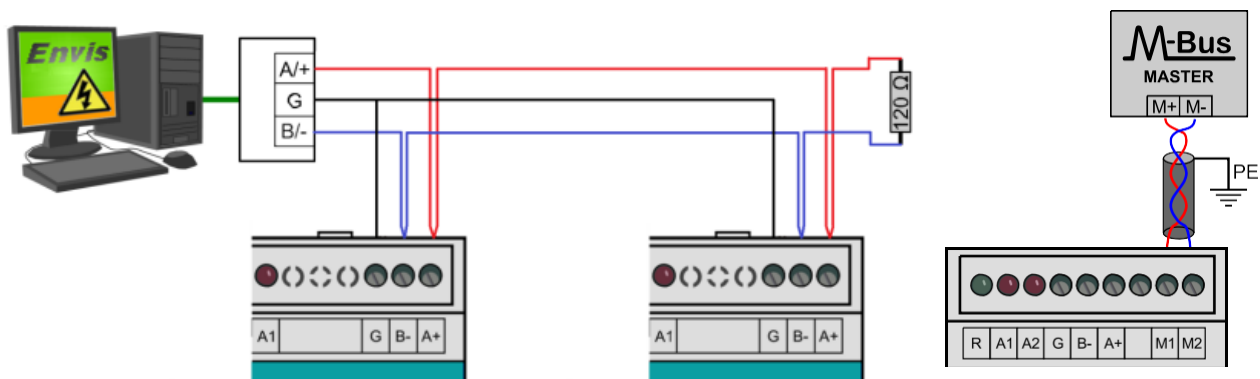

Bild 5: Typische Schaltung der RS-485-Anschlussverbindung im UMD 704 oder optionalen M-Bus (rechts).
**Serielle Leitung RS-485** Eine Serielle Leitung RS-485 dient normalerweise der Übertragung aktueller Messwerte, für Archiv-Downloads und die Gerätekonfiguration. Für die serielle RS-485-Leitung werden die Anschlüsse A+, B- mit Schirmung des Anschlusses G im COM1-Block (Bild 5) verwendet. Die Endpunkte der Übertragungsleitung müssen mit einem  $\sim 120\Omega$  Widerstand terminiert werden.
**Sekundäre RS-485 (optional)** Diese Übertragungsleitung dient dem Anschluss externer I/O-Module oder Anzeigedisplays. Für die sekundäre Leitung RS-485 werden die Anschlüsse A+, B- mit Schirmung des Anschlusses G2 im COM2-Block (Bild 5) verwendet. Die Endpunkte der Übertragungsleitung müssen mit einem Widerstand von etwa  $120\Omega$  terminiert werden.
**M-Bus-Schnittstelle (optional)** Die M-Bus-Schnittstelle liefert voreingestellte Messwerte in das M-Bus-Kontrollsystem. Die Implementierung des M-Bus ist in der Anleitung Verbindungsprotokoll M-Bus beschrieben. Die physische Schnittstelle nutzt die Anschlüsse M1 und M2 des COM2-Blocks in Bild 5 (rechts). Die Polarität der Verbindung kann frei gewählt werden.